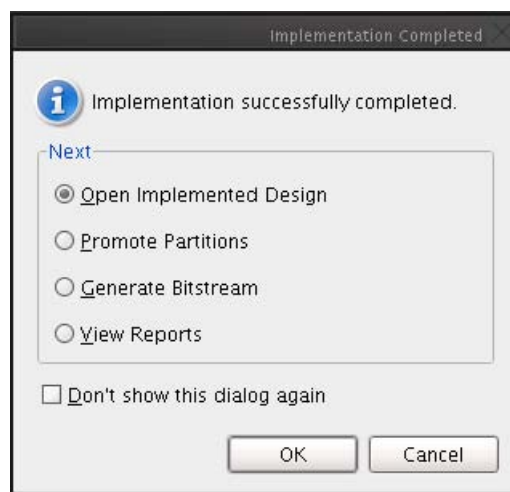

図 1-9 : [Implementation Completed] ダイアログ ボックス
1. インプリメンテーションが終了したら、[Implementation Completed] ダイアログ ボックスが表示されます (図 1-9)。